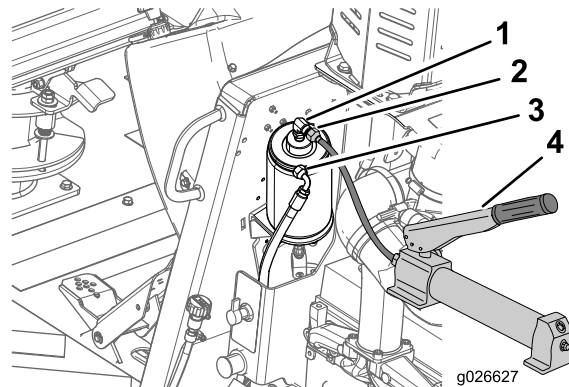

Figure 29
1. Débranchez le flexible hydraulique du cylindre du frein de stationnement, comme montré à la Figure 29.
2. Branchez une pompe hydraulique manuelle capable de produire 24 bar (350 psi) au cylindre de frein (Figure 29).